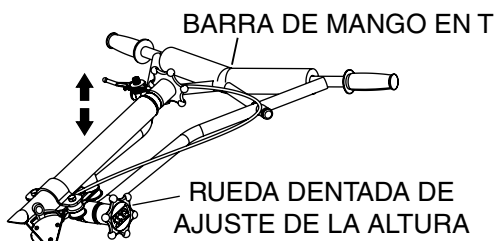

Figura 4. Ajuste de la barra del mango en forma de T
- Para ajustar la altura del mango en forma de T, afloje la rueda dentada tal como se muestra en la Figura 4 y mueva la barra del mango en T a la posición deseada.